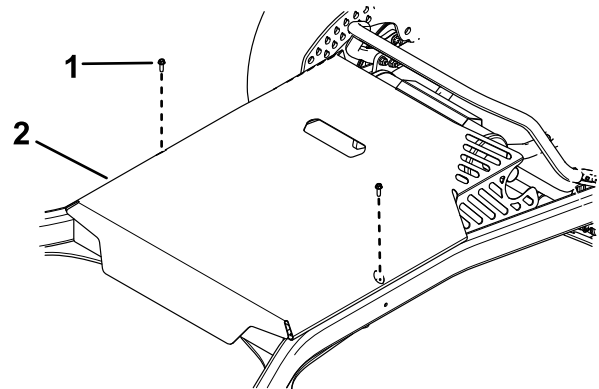

Figura 27
3. Togliete i 2 bulloni che fissano la protezione del piatto e rimuovetela (Figura 27).